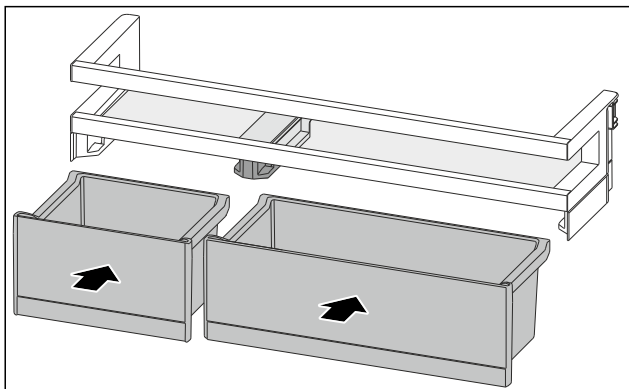

Fig. 214
- ▶ VarioBoxen in getauschter Anordnung einsetzen. (siehe Fig. 214)